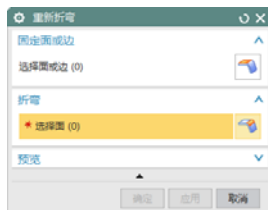

图 6-46 “重新折弯”对话框
(1) 选择“菜单(M)”→“插入(S)”→“成形(R)”→“重新折弯(R)”，或者单击“主页”选项卡“成形”面组上的“重新折弯”按钮, 打开如图 6-46 所示“重新折弯”对话框。